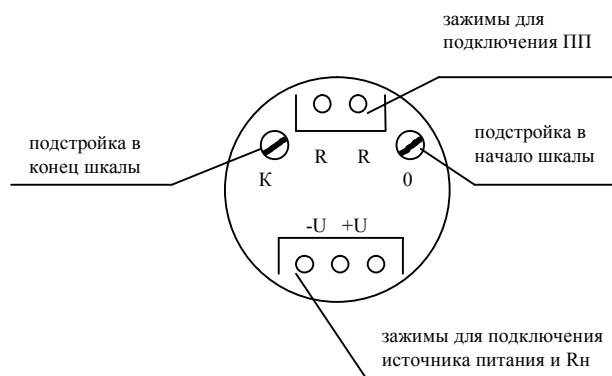

Рис.1. Расположение, маркировка и назначение органов управления и зажимов для ПИ диапазона сигналов 4...20 мА и ПП типа ТСМ, ТСП.
5.2 Конструктивно ПИ состоит из печатной платы с электроэлементами. Для внешних электрических соединений служат клемные колодки. Взрывозащищенность обеспечивается установкой платы в защитный неметаллический корпус с заливкой электроэлементов компаундом. В связи с этим ПИ относится к невозстанавливаемым изделиям и ремонту не подлежит. Внешний вид и габаритные размеры представлены в приложении А. Расположение зажимов, органов подстройки и их назначение показаны на рис.1 – 4.